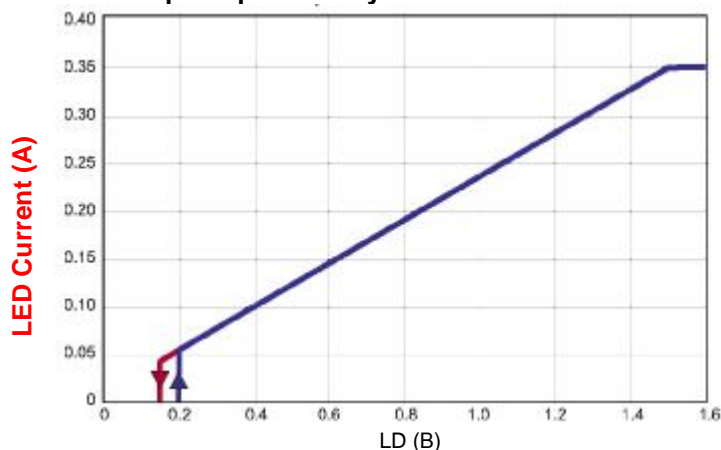

Рис. 3. Типичный отклик линейного димминга драйвера светодиодов HV9861A
Когда напряжение на LD падает ниже 1,5 В, внутреннее опорное напряжение 270 мВ, подаваемое для обратной связи по постоянному току, замещается величиной $V_{LD} \cdot 0,18$. До тех пор пока ток в индукторе является непрерывным, величина светодиодного тока определяется по формуле (3) выше. Однако когда V_{LD} опускается ниже 150 мВ, выход GATE отключается. Сигнал GATE восстанавливается, когда V_{LD} превышает 200 мВ. Это необходимо в некоторых приложениях для выключения светодиодной лампы посредством того же самого входа сигнала, который используется для регулировки яркости. Типичные характеристики чувствительности при линейном димминге показаны на рис. 3.